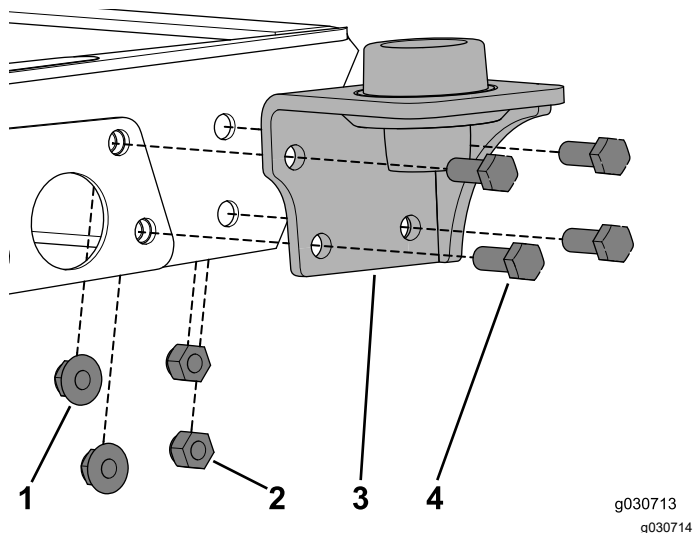

Figura 19
1. Retire las fijaciones existentes y utilice los 4 pernos ($\frac{3}{8}$ " x 1"), 2 contratuercas, y 2 tuercas con arandela prensada para sujetar el soporte a la máquina (**Figura 19**).